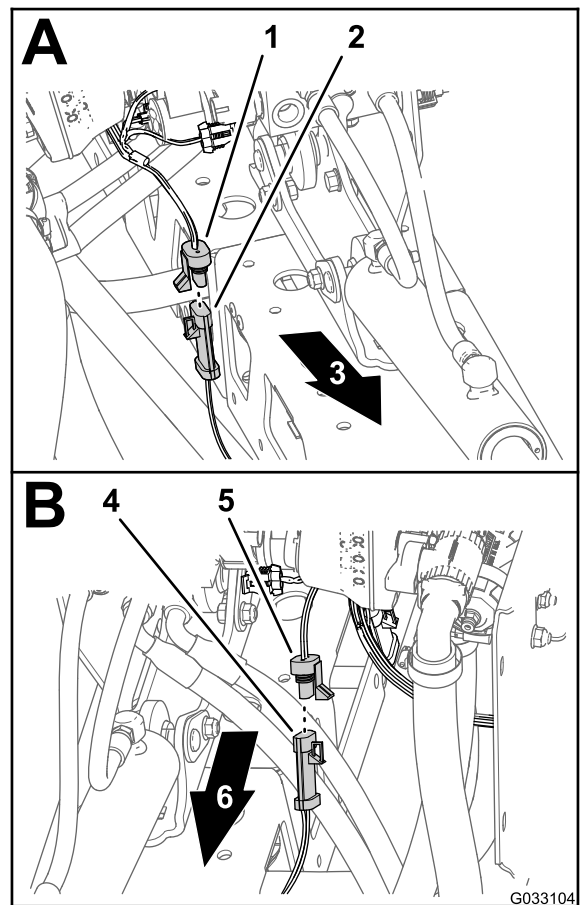

Figura 33
- Desconecte el conector hembra de 3 vías del arnés de cables del brazo sónico del conector de 3 pines del cable para el sensor ultrasónico derecho (Figura 33)..
- Desconecte el conector hembra de 3 vías del arnés de cables del brazo sónico del conector de 3 pines del cable para el sensor ultrasónico izquierdo (Figura 33)..